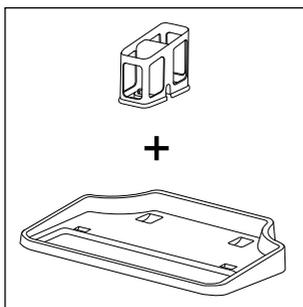
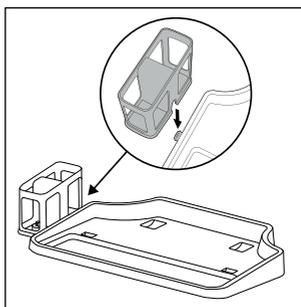

Fig. 4
Fig. 5
- ◆ Parkerings- og rensestationen består af en bakke til frastilling **4** og en børsterulleholder **5** (se fig. 4). For at montere parkerings- og rensestationen skubbes børsterulleholderen **5** ind i åbningen på siden af bakken til frastilling **4**. Skub børsterulleholderen **5** ned i åbningen, indtil den sidder fast på bakken til frastilling **4** (se fig. 5).